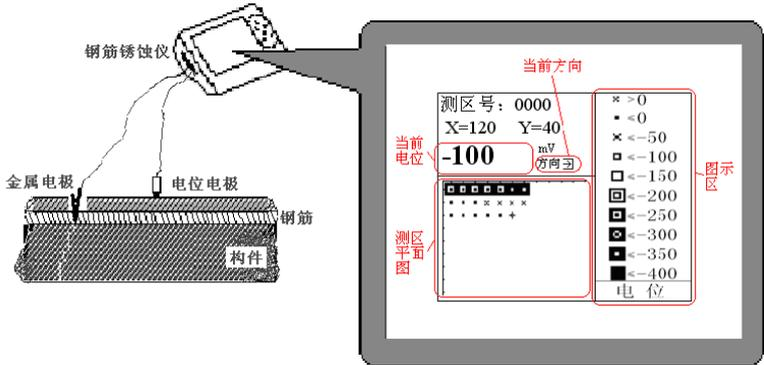
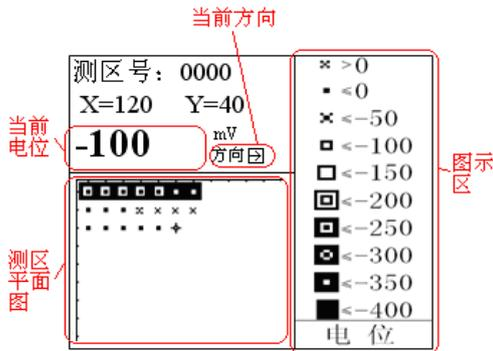
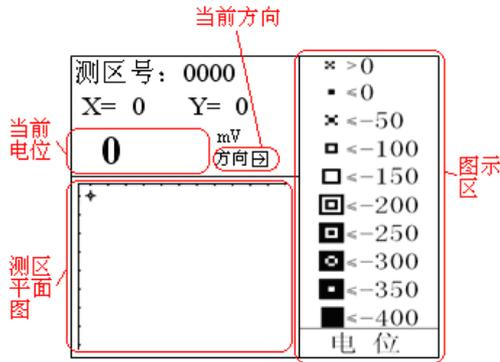

图 2.3 钢筋锈蚀仪测量方式示意图
图 3.4 测试界面
图 3.5 测试界面
- 凿开一处混凝土露出钢筋，并除去钢筋锈蚀层，把连接黑色信号线的金属电极夹到钢筋上，黑色信号线的另一端接锈蚀仪“黑色”插座，红色信号线一端连电位电极，另一端接锈蚀仪“红色”插座(如图 2.3 所示)。
其中右侧图示区相关信息随测试类型设置改变而改变，设置完成按 **确定** 键如原测区参数无改变则调出原测区测点信息转入测试界面(如图 3.4 所示)，并实现在原测区中续测的功能；如果原测区参数经过改变则将新建测区转入测试界面(如图 3.5 所示)。
设置完“测区号”，“测点间距”，“测试类型”，“环境温度”参数后，按图 2.3 检查电位电极连接是否正确，按[确定]键进入测试界面如图 3.4/图 3.5，横向为 X 方向，纵向为 Y 方向，图中光标“+”为当前测点位置。当把电位电极放在测区测点上，测量电位值以大粗题字显示，电位值稳定后按[确定]键，即完成该点测试；